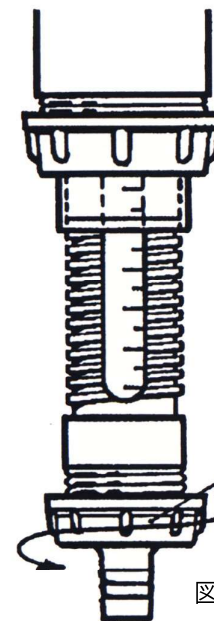

図 16
- 1) 黒のプラスチックナットを緩め (図 16-K)、下の方向に引き下げて (図 17)、バルブアセンブリを取り外します。